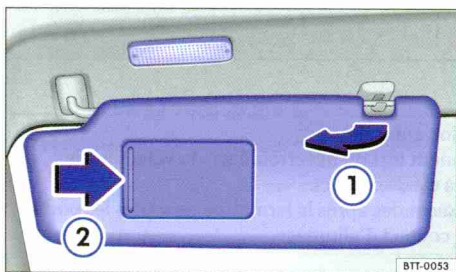

Fig. 75 Pare-soleil.
- Retrait du support et pivotement vers les portes ⇒ fig. 75 ①.